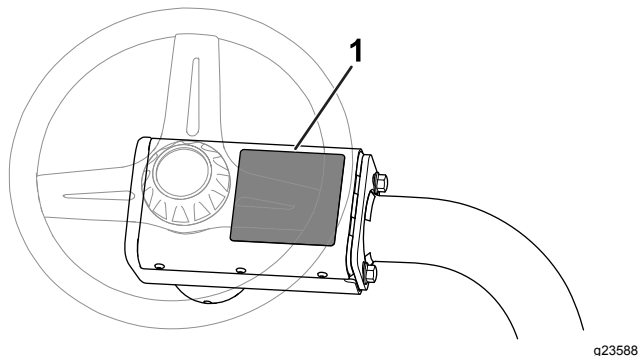

图 16
- 请把 CE 警告标贴零件号为 136-8505 贴在现有警告标贴之上零件号为 136-8506 请参阅图 16。